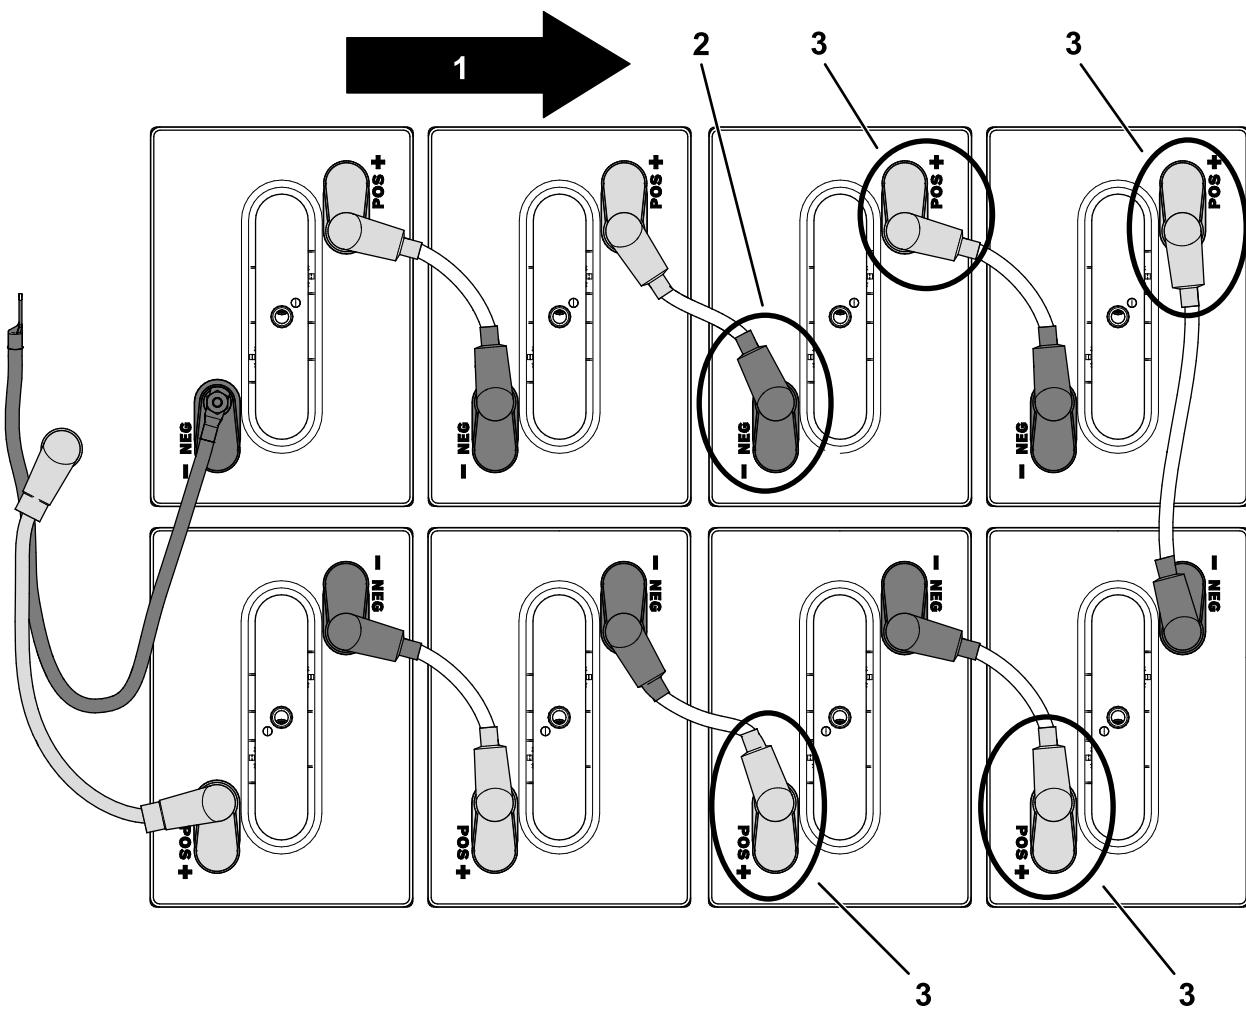

图58
3. 断开前电池托盘中前面4个电池的正极(+)端子图58。
4. 如图58所示断开负极(-)端子。
5. 卸下前面4个电池图58。